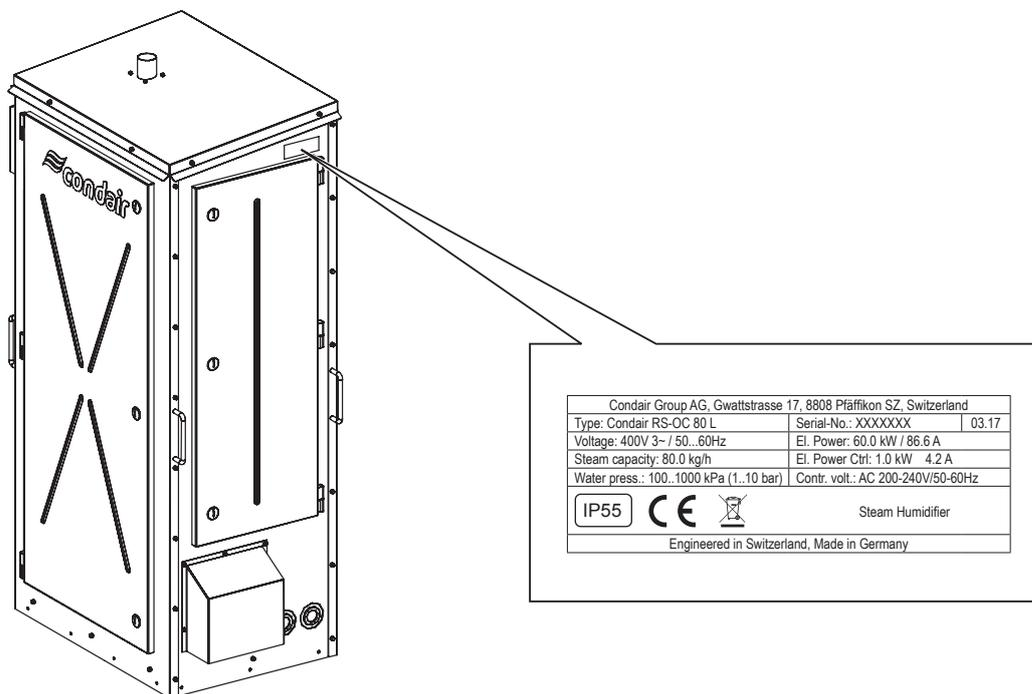

Fig. 3: Targhetta di modello Umidificatore Condair EL/RS
- Controllare il tipo di modello, la capacità e le informazioni sulla targhetta dati per assicurarsi che l'apparecchiatura corrisponda all'impianto desiderato. Vedere Fig. 3.
La targhetta sul lato dell'umidificatore da esterno Condair EL/RS riporta il codice modello, il numero di serie e i dati sulle prestazioni (v. Fig. 3). Fig. 4 illustra la composizione del codice modello.